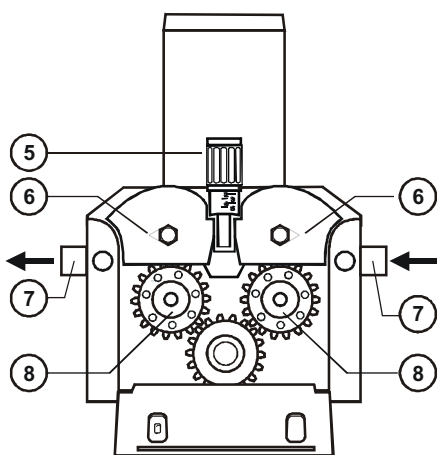
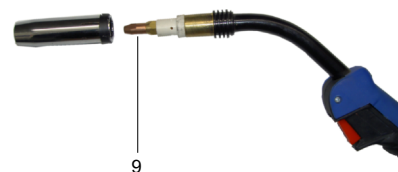

Fig.8 - Motor 4 rodillos 50W
Fig.10 - Punta de contacto
- Los rodillos (8-fig.8&9) y la punta de contacto del soplete (9-fig.10) deben corresponder al diámetro de hilo a utilizar.
- Conducir el hilo por los rodillos (8-fig. 8&9) y la guía del hilo (7-fig. 8&9) avanzándolo a la mano unos centímetros. Cerrar las palancas de tracción (6-fig. 8&9) verificando que el hilo está posicionado sobre la ranura del rodillo. Para ajustar la presión de las palancas de tracción sobre el hilo debe apretar-se cuidadosamente el tornillo de regulación (5-fig. 8&9) hasta verificarse que el hilo avanza. Este ajuste debe ser completado con la maquina en funcionamiento evitando ajustes muy forzados que provocan aplastamiento del hilo.